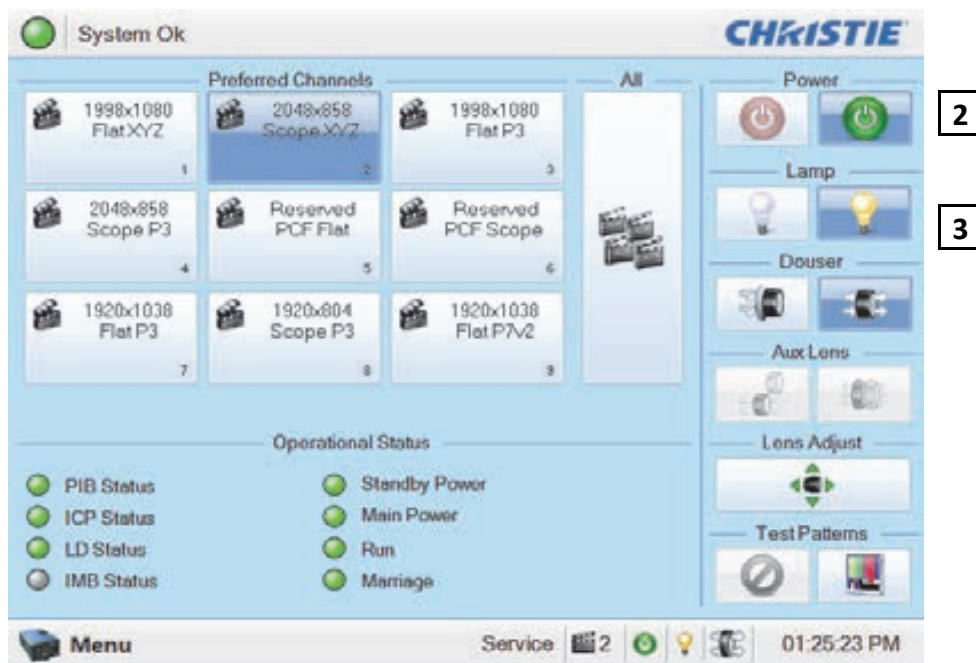

图 3-1 Power ON（开启）和 Lamp ON（开灯）按钮都在 TPC 上
3. 在 TPC 上，单击并按住 **Lamp ON**（开灯）按钮 1/4 秒，以点亮灯泡。请参阅图 3-1。